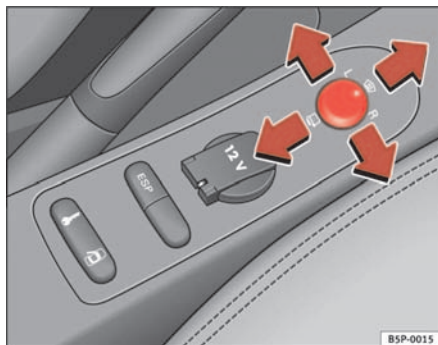

Fig. 90 Mando de los retrovisores exteriores
1. En primer lugar, gire el mando ⇒ **fig. 90** hasta la posición **L (retrovisor izquierdo)**.
- Gire el mando hacia delante, en la posición central ⇒ **fig. 90** , para que los retrovisores térmicos se calienten y la función de cristal parabrisas calefactable* en la zona de reposo de las escobillas, quede activada ⇒ página 125.
- Gire el mando ⇒ **fig. 90** hasta la posición  para plegar los retrovisores exteriores. Para evitar daños en el vehículo, debería plegar los retrovisores exteriores siempre que utilice un túnel de lavado automático.